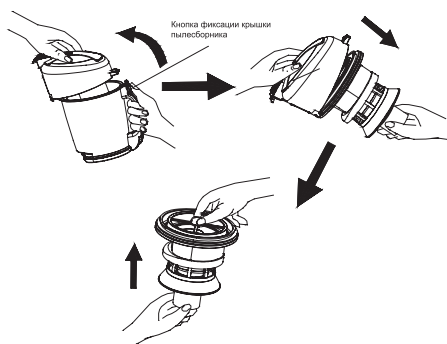

Рис. 7
3. Нажмите кнопку фиксации крышки пылесборника (3) и извлеките нейлоновый фильтр. Отсоедините фильтр HEPA от циклонного механизма (Рис. 7).